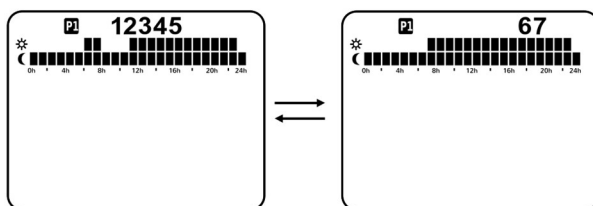

Figura 4. Programación del programa 1, Lunes-Viernes y Sábado-Domingo.
4. Inserte los topes por la parte Inferior trasera del radiador (Figura 4).